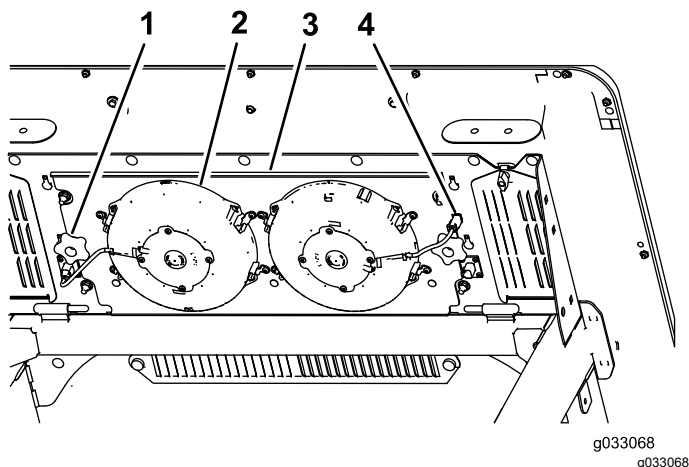

Figure 94
2. Languette (4)
3. Débranchez le connecteur et le câble d'alimentation des ventilateurs de la prise (Figure 94).
- Retirez les 2 boutons qui fixent le panneau de ventilateurs et les ventilateurs sous le haut de la cabine (Figure 94) et déposez l'ensemble.